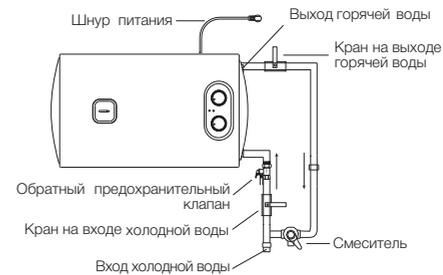

Рис. 5
1. Электрический водонагреватель следует устанавливать на твердую вертикальную поверхность (стену). Установка водонагревателей Magnum (Slim) Unifix существенно облегчается возможностью установить их как вертикально, так и горизонтально в любом месте вашего дома, в отапливаемом (!) помещении. Желательно установить водонагреватель как можно ближе к месту использования горячей воды, поскольку чем меньше длина труб, тем меньше потери тепла. Как показано на рис. 5, при горизонтальной установке водонагревателя трубы подводки должны быть расположены справа. При установке водонагревателя рядом со стеной, оставьте рекомендованное свободное пространство для технического обслуживания. Не устанавливайте водонагреватель на горизонтальной поверхности и вплотную к полу.